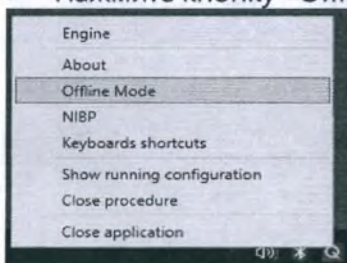

Рис. 6.6: Меню задач — Offline mode (Автономный режим)
- Нажмите кнопку «Offline Mode» (Автономный режим) (рис. 6.6).